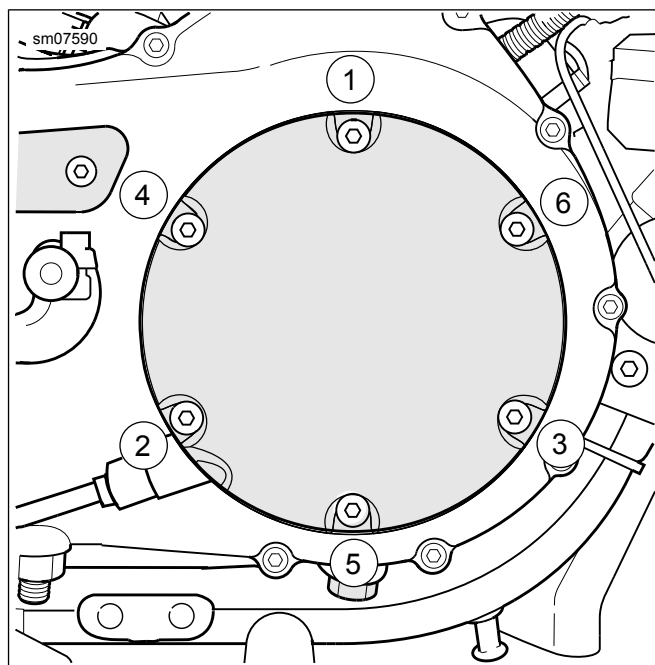

Figure 2. Séquence de serrage du couvercle d'inspection de l'embrayage
2. Poser le **nouveau** couvercle (1) et le fixer à l'aide de vis (2) et de rondelles (3).
3. Voir Figure 2. Serrer les vis selon une séquence en étoile. Couple : 9,5–12,2 N·m (84–108 in-lbs)